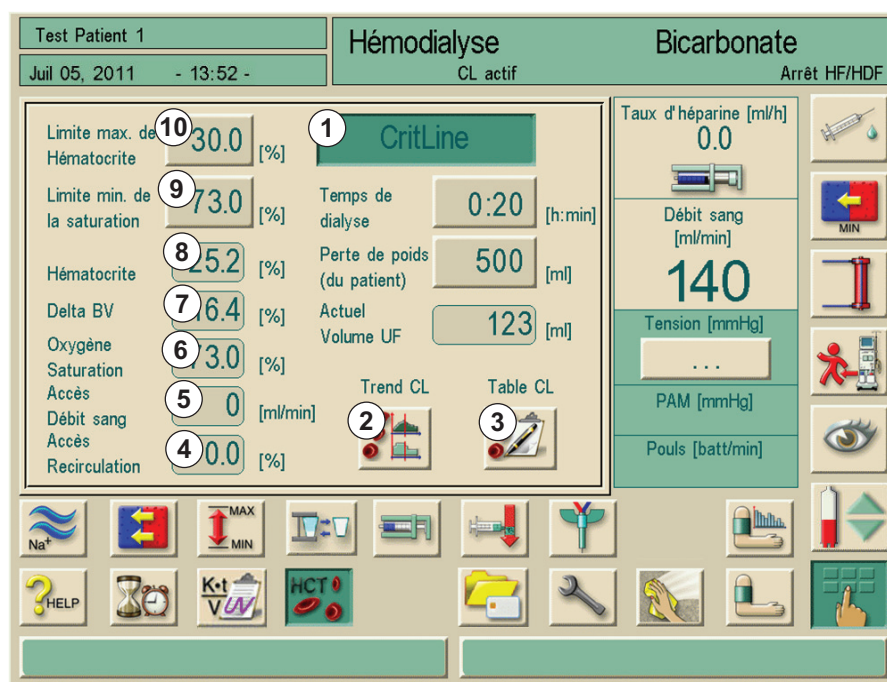

Fig. 11-33 Fenêtre principale du CritLine
Toucher le bouton 2 Fig. 11-33 Fenêtre principale du CritLine (228) pour pouvoir afficher les trends d'hématocrite, le changement du volume sanguin en pourcentage, la recirculation, le débit sang et la saturation en oxygène. Un groupe de Trends, qui se compose de trois Trends, est affiché sur l'écran.
1. Appuyer sur le bouton 3 dans Fig. 11-33 Fenêtre principale du CritLine (228).